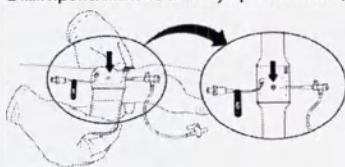

Рисунок 3.
6. Разместите центр «прицела» баллона над артериотомией (место, где интродьюсер входит в артерию, приблизительно на 1—2 мм проксимально от места прокола кожи) (РИСУНОК 3).